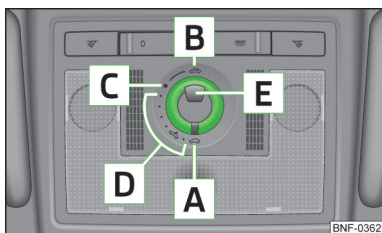

Fig. 21
Det elektriske panoramaskyde-/vippetag (efterfølgende kun kaldt skyde-/vippetag) kan kun betjenes, mens tændingen er tilsluttet, med drejekontakten » Fig. 21 på side 29. Drejekontakten har flere positioner.
- Hvis batteriet er blevet afbrudt og tilsluttet igen, kan det ske, at skyde-/vippetaget ikke fungerer. Placer i så fald drejekontakten i position [A] » Fig. 21 på side 29, træk i den, og hold den nedad og fremad ved at tage fat i udsæringen. Efter ca. 10 sek. åbnes og lukkes skyde-/vippetaget igen. Slip først drejekontakten igen derefter.
➤ Drej kontakten til position **C** » Fig. 21.
➤ Drej kontakten til en position i området **D** » Fig. 21.
➤ Drej kontakten til position **B** » Fig. 21, og hold den i denne position (fjedret position).
➤ Drej kontakten til position **A** » Fig. 21.